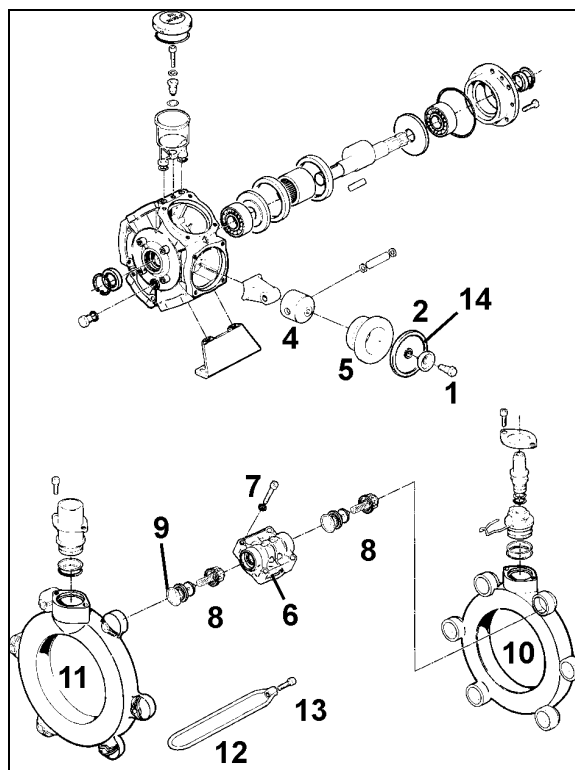

Fig. 119
- Stempelmembranen (Fig. 119/2) fastgøres til stemplet (Fig. 119/3) med støtteskiven (Fig. 119/4) og bolten (Fig. 119/4), så kanten (Fig. 119/14) peger op mod siden af topstykket (Fig. 119/6).
- Skruerne (Fig. 119/13) skal ubetinget skrues fast over kors med det anførte drejningsmoment. Hvis boltene ikke er spændt korrekt, bevirker det, at pumpen bliver utæt
1. Bolten (Fig. 119/1) løsnes og stempelmembranen (Fig. 119/2) afmonteres sammen med støtteskiven (Fig. 119/3) fra stemplet (Fig. 119/4).
3. Cylinderen (Fig. 119/5) afmonteres.
6. Cylinderen (Fig. 119/5) sættes igen i pumpehuset.
7. Stempelmembranerne (Fig. 119/2) monteres.
8. Topstykket (Fig. 119/6) monteres på pumpehuset og boltene (Fig. 119/7) krydspændes.
9. Efter at ventilgruppen (Fig. 119/8) er kontrolleret og rengjort, monteres ventilgruppen igen.
10. Nye O-ringe (Fig. 119/9) monteres.
11. Suge- (Fig. 119/10) og trykrør (Fig. 119/11) flanges på pumpehuset og spændebøjlen (Fig. 119/12) monteres.
12. Skruerne (Fig. 119/13) strammes over kors med et drejningsmoment på **11 Nm**.